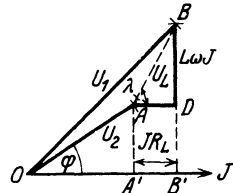

Abb. 283. Zur Berechnung von induktiven Leitungen mit induktiver Belastung.
1. Berechnung auf Spannungsverlust. Ist der induktive Widerstand ( $L\omega$ ) der Leitung nicht zu vernachlässigen, so gilt folgendes: Es seien  $U_1$  und  $U_2$  die Spannungen zwischen zwei Leitungen am Anfang und Ende derselben,  $J$  der Strom, der gegen die Spannung  $U_2$  um den gegebenen  $\varphi$  zurückbleibt,  $R_L$  der Echtwiderstand,  $L\omega$  der Blindwiderstand der Leitung, so entsteht in ihrem Scheinwiderstand  $\sqrt{R_L^2 + (L\omega)^2}$  ein Spannungsverlust  $U_L = J\sqrt{R_L^2 + (L\omega)^2}$ , der gegen den Strom um den  $\lambda$  verschoben ist.  $U_2$  und  $U_L$  geben geometrisch addiert  $U_1$  (Abb. 283). Durch Rechnung findet man aus dem rechtwinkligen Dreieck  $OB'B'$